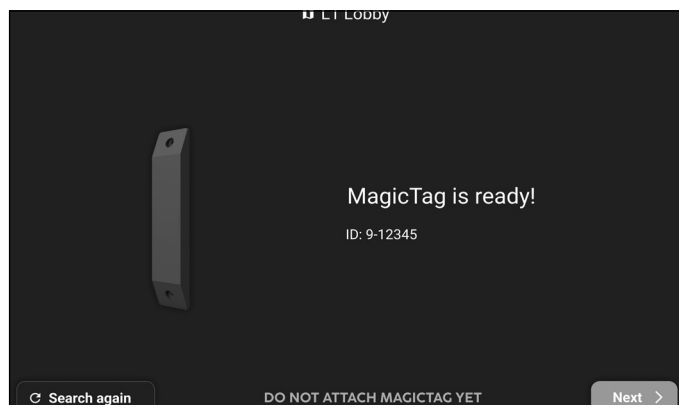

Abbildung 27
5. Sobald der MagicTag erkannt wird (**Abb. 27**), überprüfen Sie, ob die ID (9-XXXXX) auf dem Touchscreen mit der auf dem MagicTag übereinstimmt.